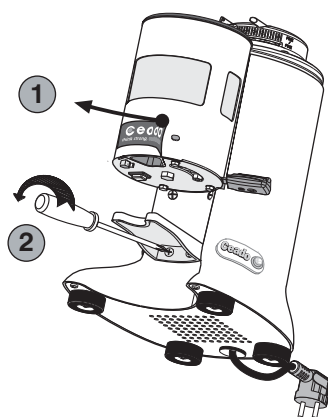

Fig. 13
- 1 Togliere l'adesivo Ceado dal dosatore (1, Fig. 13) e smontare la forcella di appoggio svitando
le viti di fissaggio (2, Fig. 13). Conservare queste ultime in un luogo sicuro.